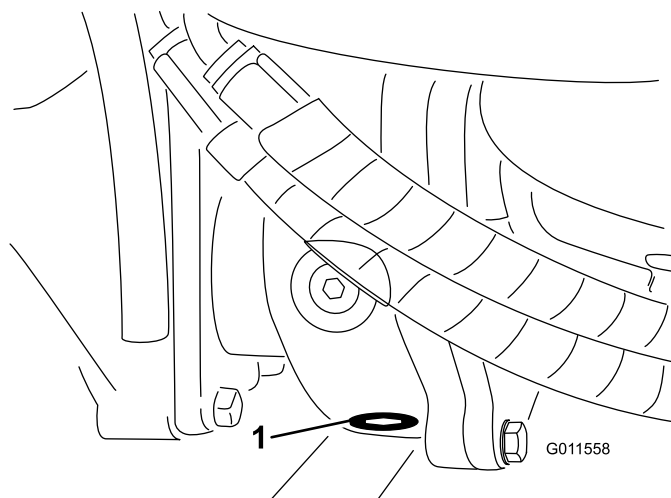

Figura 65
5. Limpie la zona alrededor del tapón de vaciado en la parte inferior de la caja de engranajes (Figura 65).